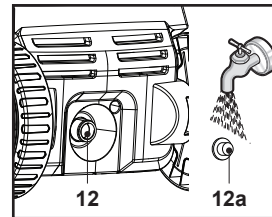

Fig. 22
2. Retire el filtro de malla (12a) del conector de entrada de agua (12) y enjuáguelo bajo el grifo para eliminar cualquier objeto extraño (Fig. 22). A continuación, vuelva a instalar el filtro de malla (12a).